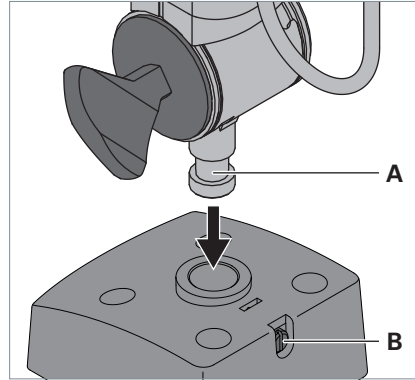

Fig. 2: Monter le luminaire sur l'élément de fixation.
- ▶ Introduire le tourillon **A** situé sur la tige du luminaire dans l'ouverture de l'élément de fixation, voir Fig. 2.